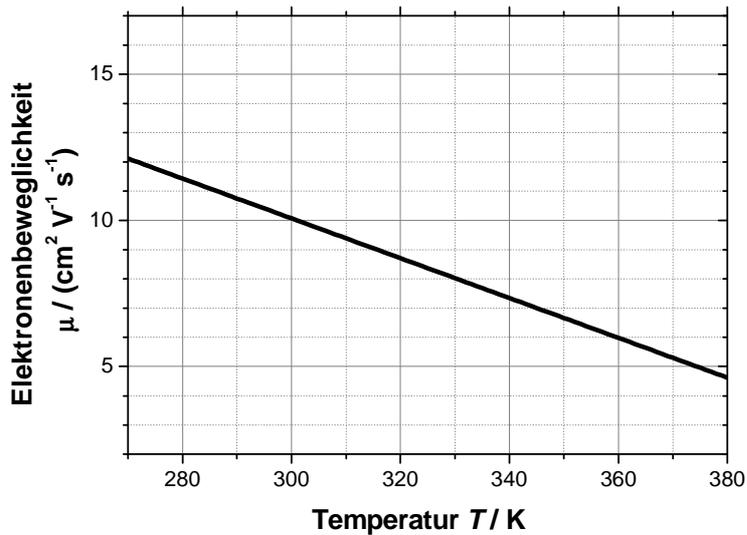

Bild RA1-3: Elektronenbeweglichkeit $\mu(T)$ von Ni im Bereich zwischen 270 ... 380 K
g) In Bild RA1-3 ist die Elektronenbeweglichkeit μ von Nickel (näherungsweise) skizziert. Bestimmen Sie den technischen Temperaturkoeffizienten α der Elektronenbeweglichkeit bei $T_{ref} = 27^\circ\text{C}$. Lesen Sie hierfür benötigte Zahlenwerte aus dem Schaubild ab. **(1 Punkt)**